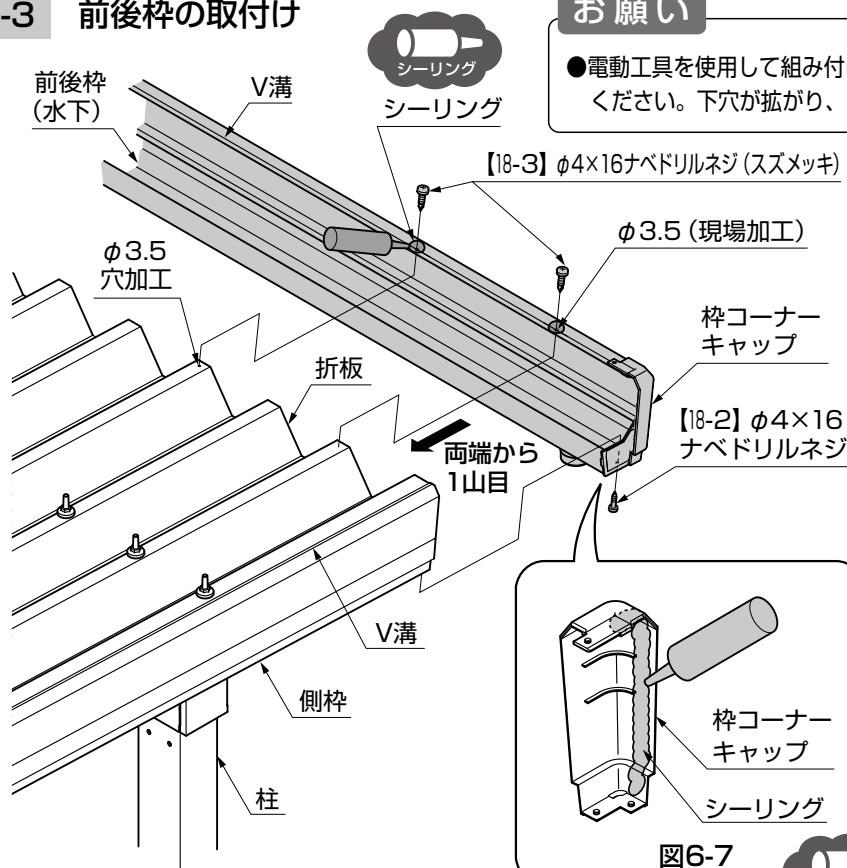

図6-7
- ① 枠コーナーキャップ内側にシーリングをしてください。(図6-7、6-8参照)
- ② 前後枠を側枠にV溝に合わせて【18-2】で取付けてください。
- ③ 前後枠の加工穴より折板にφ3.5の穴加工をし、前後枠を【18-3】で固定してください。
- ④ 折板の両端から1山目の位置にφ3.5の穴加工をし、前後枠と折板を【18-3】で固定してください。